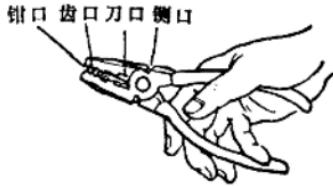
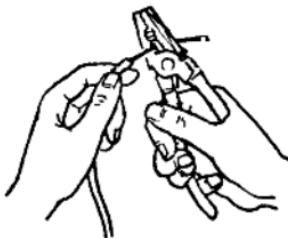

图 17 钢丝钳和它的正确握法
图 18 用刀口剪线头
(3)钢丝钳(图 17)：钢丝钳的用处很多，钳口用来弯或夹电线线头，齿口可以拧螺母，刀口用来剪断电线或拔起铁钉，铡口用来剪切钢丝等。钢丝钳有一定的握法(图 17)，使用时要让钳头的刀口朝向自己(图 18)。
(2)用刀口剪下多余的线头(参看图18)，并用钳口把线头夹紧。